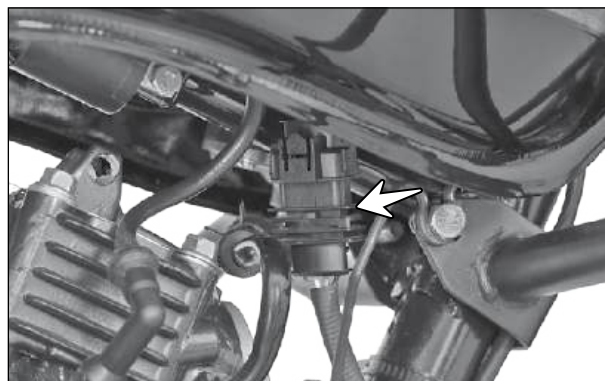

Fig. 2.6
- Desconecte cuidadosamente o conector da fiação do sensor de O_2 (seta) da fiação elétrica. (Fig. 2.6)